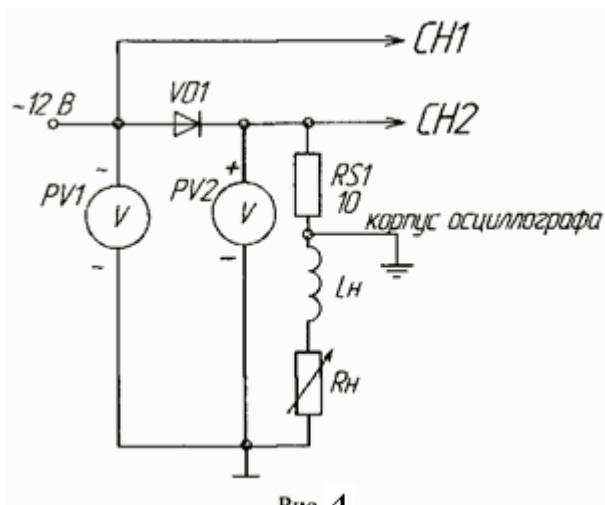

Рис. 4
6) Включить дроссель последовательно с нагрузкой (рис. 4); снять осциллограммы напряжения на диоде Ua и анодного тока Ia. Снять осциллограмму напряжения на нагрузке Uн, переключив корпус осциллографа на общий провод, не забудьте определить масштабы по току и напряжению;